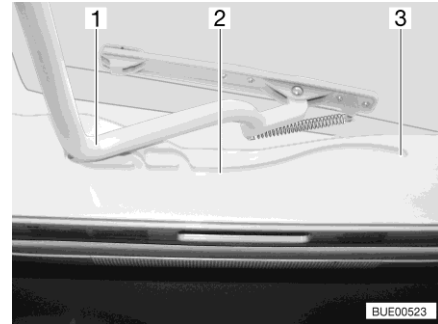

Fig. 22 Guida (oblò Heki)
- Tirare la staffa (Fig. 22,1) nelle guide (Fig. 22,2) fino alla posizione più all'indietro (Fig. 22,3).
- Spingere la staffa (Fig. 22,1) leggermente verso l'alto con ambedue le mani.
- Tirare la staffa nelle guide (Fig. 22,2) fino alla posizione desiderata.